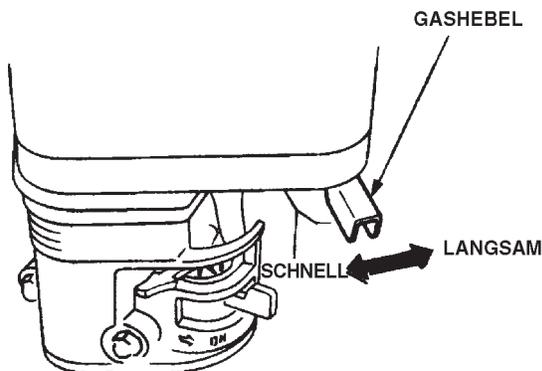

Abbildung 14. Gashebel (Betriebsstellung)
- Um mit dem Glätten zu beginnen, den Gashebel (Abbildung 14) in die Stellung „**SCHNELL**“ bewegen.
- Den Gashebel in die Stellung **LEERLAUF** oder **LANGSAM** (Abbildung 14) bringen und den Motor drei Minuten lang mit langsamer Drehzahl laufen lassen.